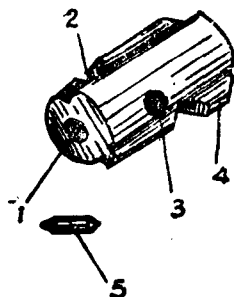

图8 机尾
5. 机尾（图8）：其功用为使撞針成待发状态和保險状态。
①撞針杆孔 連接撞針用。
②击发阻铁突筭 前切面当关闭枪机时，被阻铁头卡住，成待发状态，后斜面为打开枪机时下压阻铁头用。
③保险凹槽 容纳保险轴的圆面用。
④插销及插销孔 用以连接撞针和机尾。